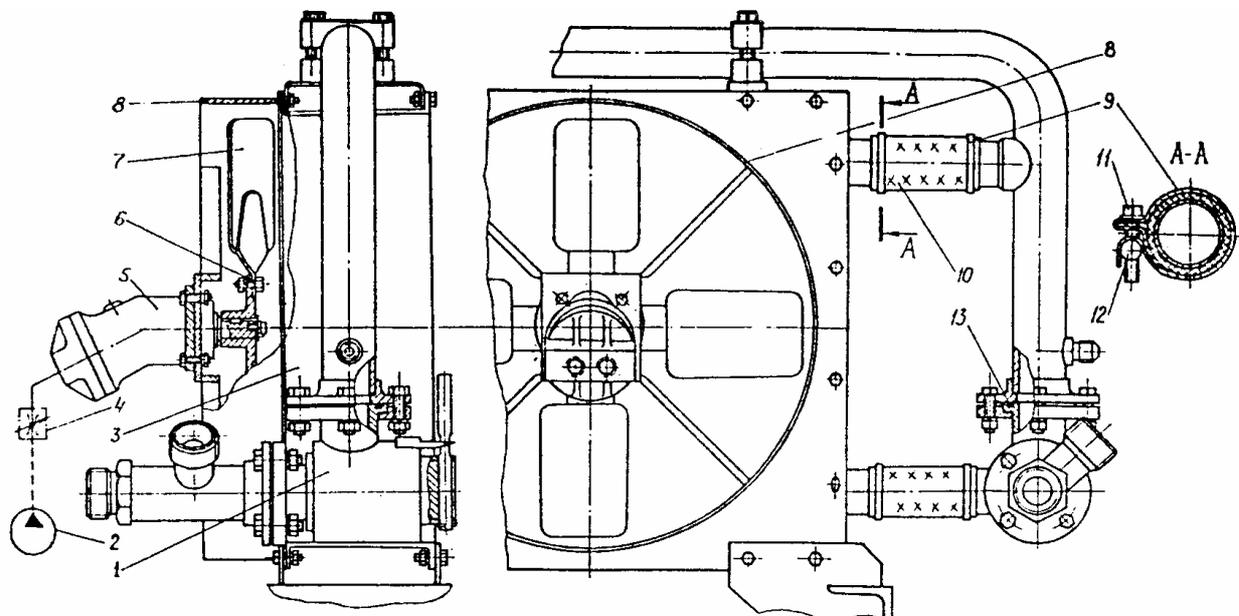

Рис. 54 Маслоохладительная установка
17. МАСЛООХЛАДИТЕЛЬНАЯ УСТАНОВКА (рис. 54).
Калорифер 3 (рис. 54) включается в работу сливным краном 1, который может направить рабочую жидкость либо через маслооладительную установку, либо минуя ее.